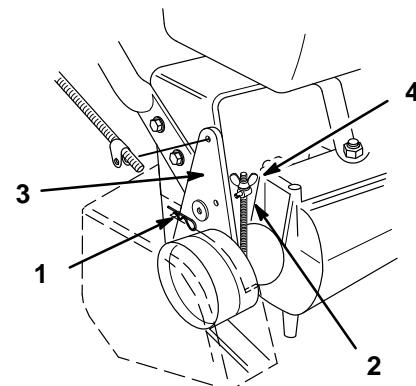

Abbildung 27
3. Die Schrauben der Riemenabdeckung (Abb. 27) 3 entfernen.
4. Um die Bremse einzustellen, den Splint und die Beilagscheibe vom Bremshebel entfernen (Abb. 27).
5. Den Zapfen so drehen, daß er reibungslos in den Bremshebel gleitet (Abb. 27). Flügelmutter anziehen.
6. Den Drehzapfen am Bremshebel mit Splint und Beilagscheibe sichern (Abb. 27). Riemenabdeckung wieder befestigen.